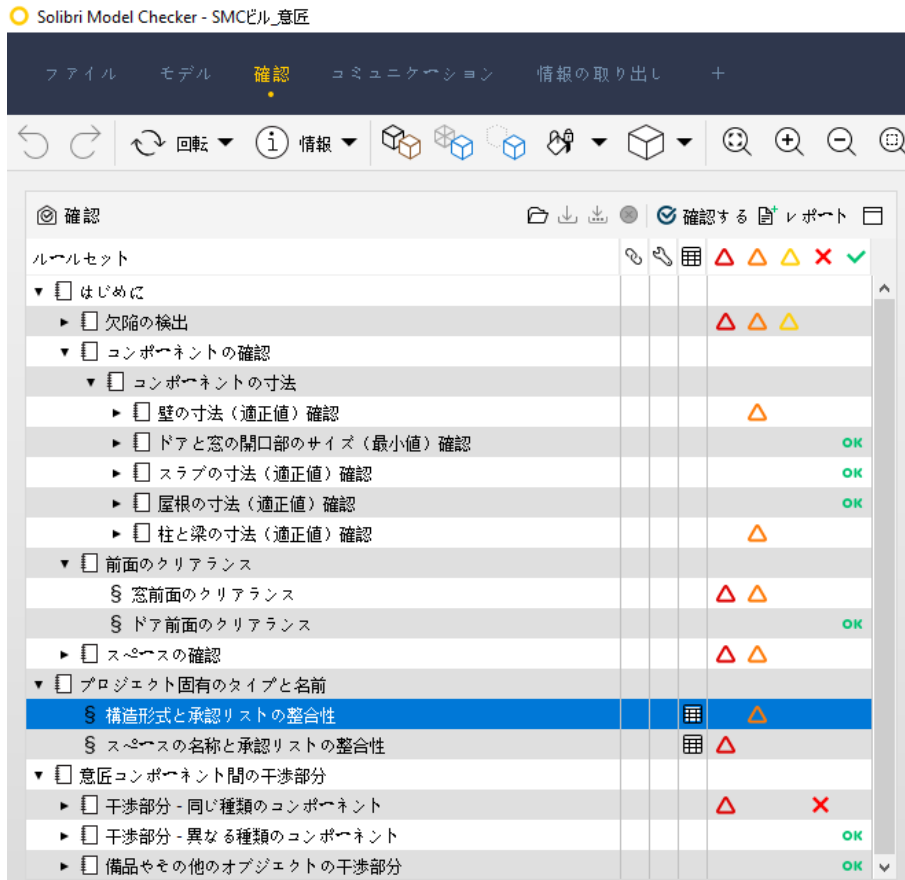

図 45. 確認の結果一覧
- ② 全ての確認が完了するまで待つ必要はありません。確認済みの結果を随時見ることが可能です。
- ③ モデルの確認が済むと一覧に各ルールの判定が表示されます。(図 45 を参照)